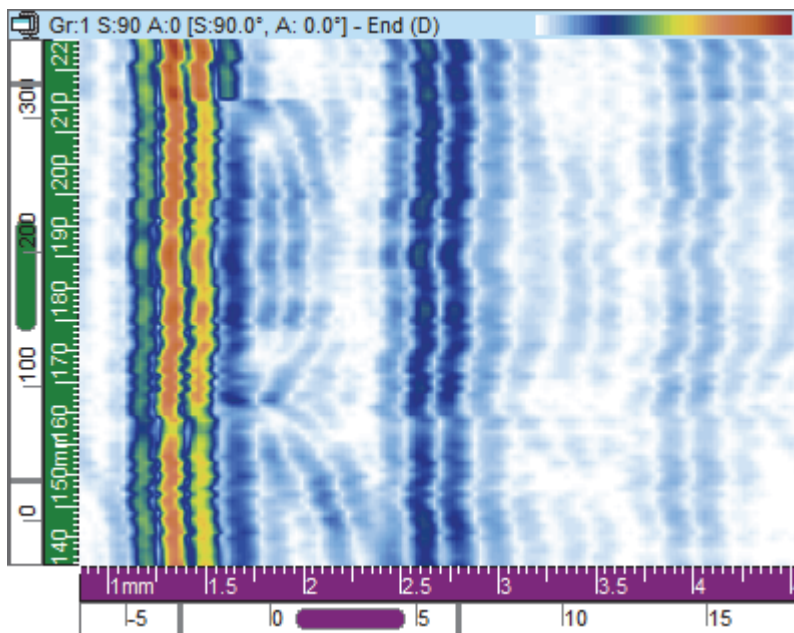

Рис. 3-24 Пример отображения с торца (D)
Вид с торца (D) [Рис. 3-24 на стр. 88] представляет собой двумерное графическое изображение зарегистрированных данных. Одна из осей – заданная ось индексирования; другая – неоткорректированный УЗ-путь (USound). Положение отображенных данных зависит от положений кодировщика в момент сбора данных. В положении спроецированного изображения, цвет соответствует максимальной амплитуде в данном положении, в рассматриваемом диапазоне оси сканирования.